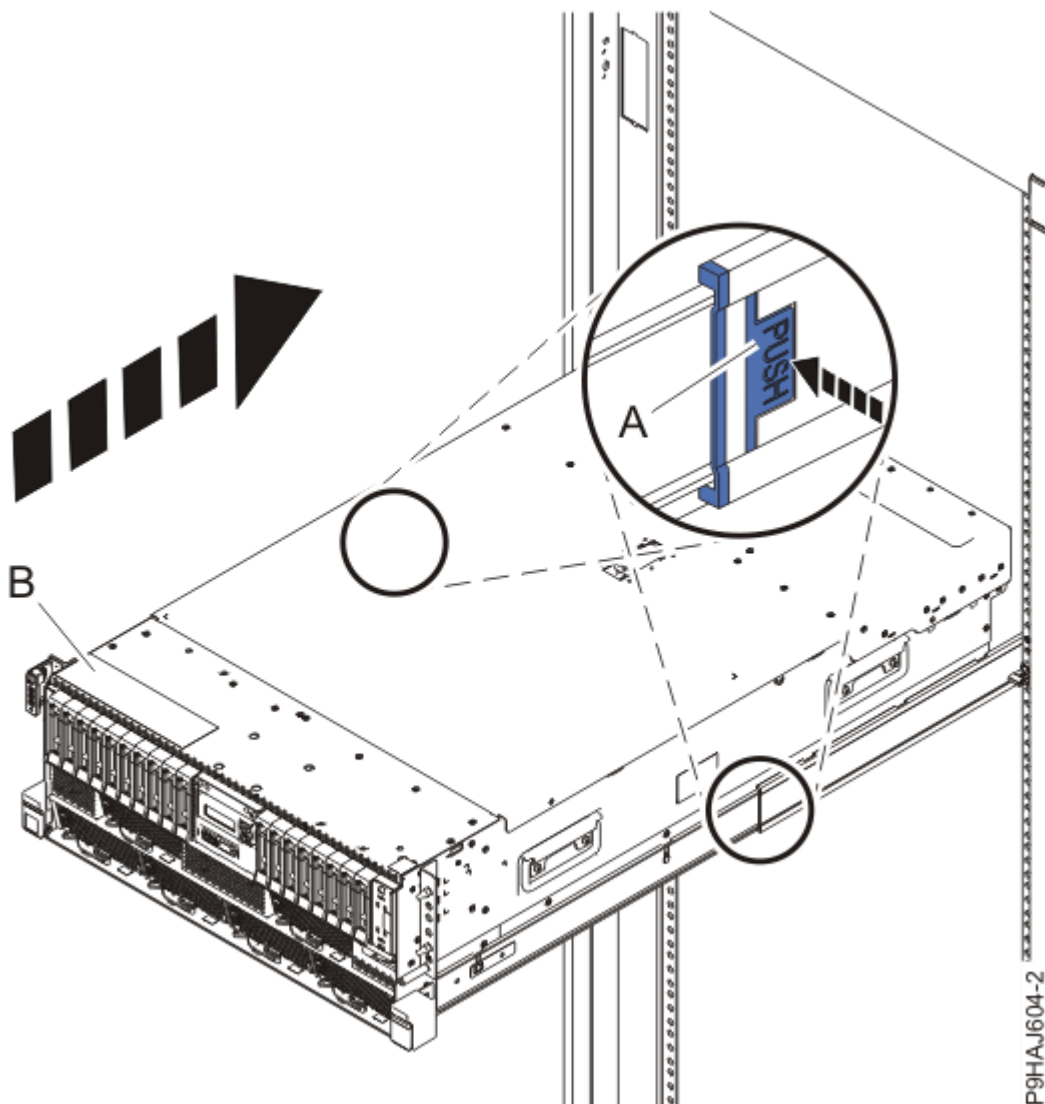

図 40. システムの操作位置への設置
3. ラック・マウント型システムの場合、青色のレール安全ラッチ **(A)** を、57 ページの図 40 に示されているように内側に押してアンロックします。